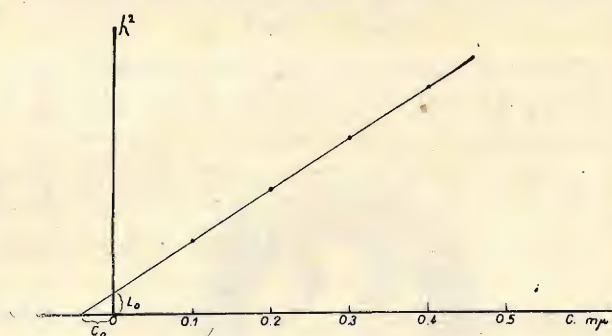

Fig. 1.
La disposizione degli apparecchi è la seguente: un condensatore variabile tarato (C) è in parallelo con l'induttanza da misurare; il circuito oscillante così costruito è accoppiato in modo lasco ad una eterodina calibrata in lunghezza d'onda. Si legge la capacità necessaria per sintonizzare la bobina su varie lunghezze d'onda; i dati così ricavati si riportano su un grafico, in cui l'asse orizzontale (ascissa) rappresenta le capacità, e le ordinate le lunghezze d'onda al quadrato. Per ogni valore della capacità del condensatore C si determinano il quadrato della lunghezza d'onda su cui la induttanza in esame viene sintonizzata; i valori si riportano sul grafico, come in fig. 1.
Nell'esempio di fig. 1 la bobina ha una capacità propria di 38 micromicrofarad, e una lunghezza d'onda propria di 180 metri.